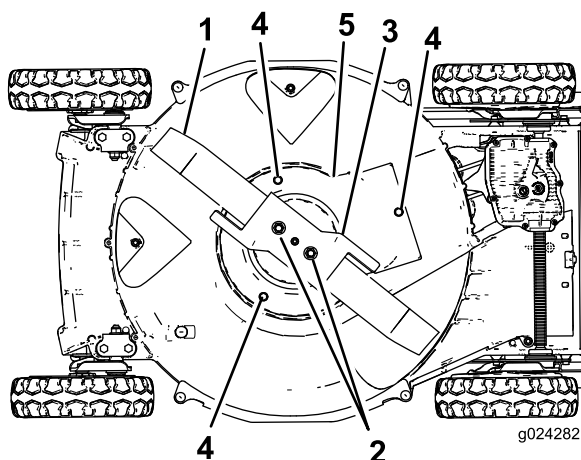

Figura 37
6. Retire las 2 tuercas de la cuchilla, el acelerador y la cuchilla (Figura 37).
7. Retire los tornillos que sujetan el protector del embrague del freno de la cuchilla a la carcasa de corte (Figura 37).